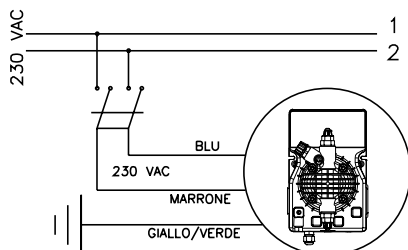

Fig. 4
b.- Todas as nossas bombas dosadoras eletromagnéticas são monofásicas 230 V - 50/60 Hz (Fig. 4).